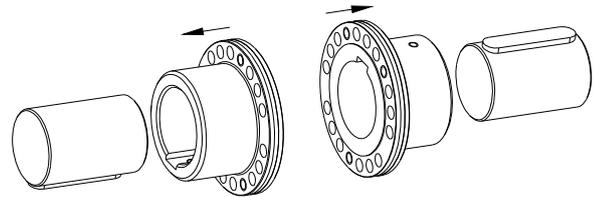

Figura 14: monte las bridas de los acoplamientos
- Monte las bridas del acoplamiento en los ejes del lado conducido y motriz (ver figura 14).